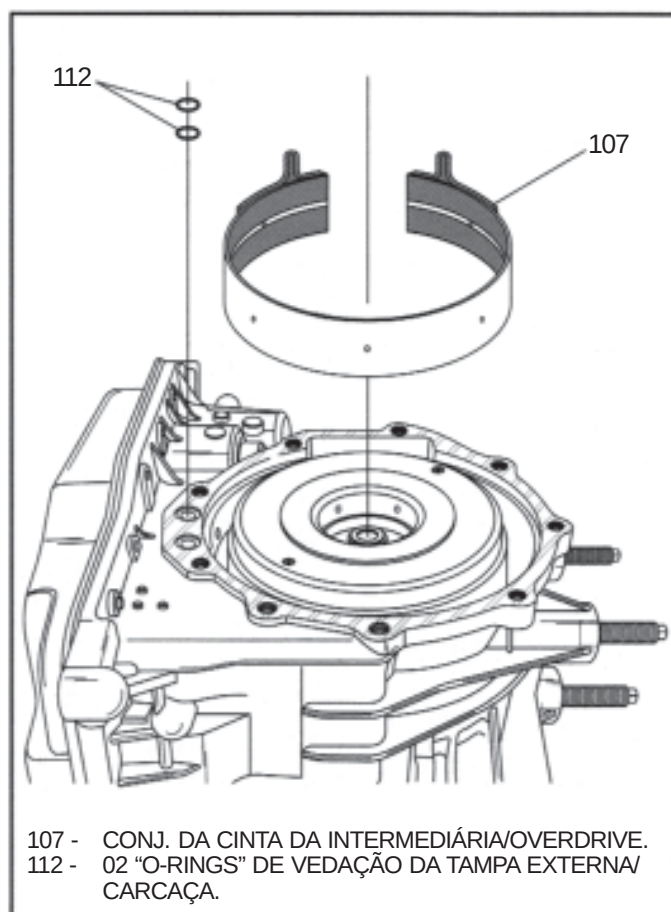

Figura 176
49. Instale o conjunto da cinta da intermediária/over-drive, conforme ilustrado na Figura 176.
50. Instale 2 novos "O-Rings" de vedação nos receptáculos da carcaça, conforme ilustrado na Figura 176, fixando-os com pasta de montagem.